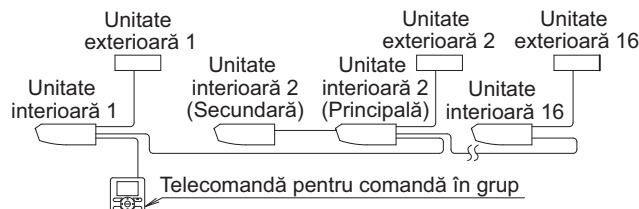

Fig. 34
- La utilizarea ca unitate pereche sau ca unitate principală pentru sistem de funcționare simultană, puteți porni/opri simultan controlul (de grup) până la 16 unități cu telecomanda. (Consultați Fig. 34)
(Nu există polaritate.) (Consultați Fig. 34 și Tabelul 3)